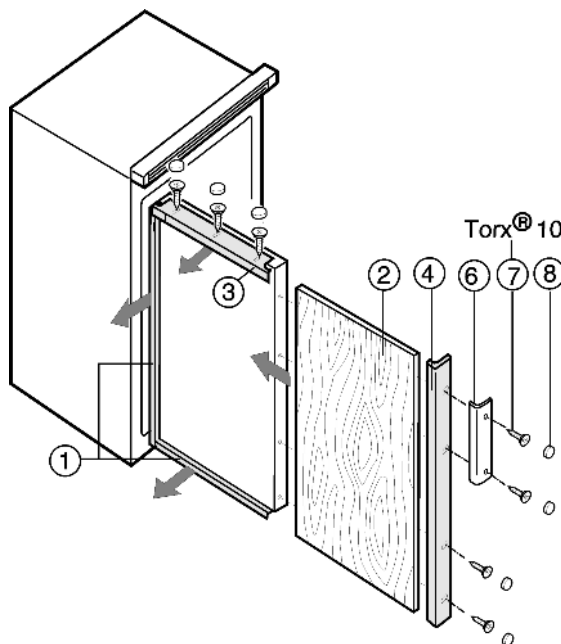

Fig. 11
- ▶ Открутите декоративную рамку *Fig. 11 (4)* со стороны ручки.
- ▶ На всех остальных декоративных рамках *Fig. 11 (1, 3)* винты нужно только ослабить и сдвинуть декоративные рамки вперёд.
- ▶ Вдвинуть декоративную панель *Fig. 11 (2)*.
- ▶ Сдвиньте декоративную рамку *Fig. 11 (1, 3)* назад и прикрутите.
- ▶ Прикрутите декоративную рамку *Fig. 11 (4)*, используя ручку *Fig. 11 (6)* и винты *Fig. 11 (7)*.
- ▶ На всех головках винтов защёлкните накладки *Fig. 11 (8)*.